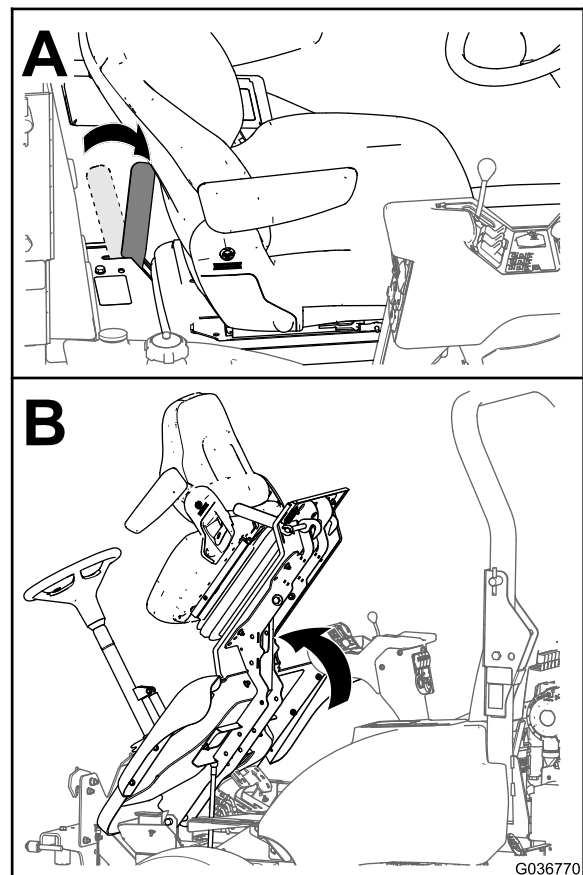

Figure 1
Amenez la poignée de la plate-forme du conducteur en position déverrouillée et basculez la plate-forme en avant, comme montré à la Figure 1.
- A. Abaissez le plateau de coupe avec précaution ; voir la Figure 1 sous Levage de la plate-forme du conducteur (page 1).
- B. Déplacez la poignée de verrouillage vers l'avant de la tondeuse lorsque la plate-forme approche de la position complètement abaissée ; voir la Figure 1 sous Levage de la plate-forme du conducteur (page 1).
- C. Abaissez complètement la plate-forme et déplacez la poignée de verrouillage vers l'arrière de la tondeuse jusqu'à ce que les crochets du verrou s'engagent complètement sur la barre de verrouillage ; voir la Figure 1 sous Levage de la plate-forme du conducteur (page 1).
1. Abaissez le plateau de coupe avec précaution ; voir la Figure 1 sous Levage de la plate-forme du conducteur (page 1).
2. Déplacez la poignée de verrouillage vers l'avant de la tondeuse lorsque la plate-forme approche de la position complètement abaissée ; voir la Figure 1 sous Levage de la plate-forme du conducteur (page 1).